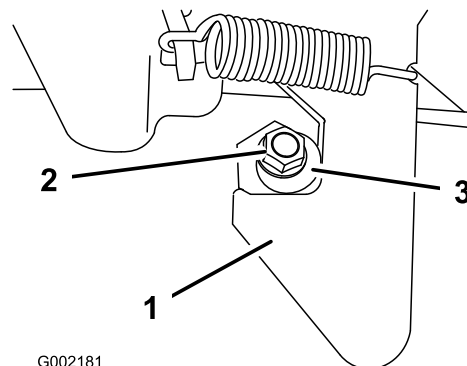

図 65
1. ラッチポストの端についているロックナットをゆるめる 図 65。
2. ラッチポストを右回りに回転させてラッチのフック部にちょうどはまるようにする 図 65。